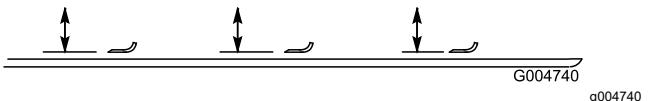

Figure 89
2. Tournez la lame dans le sens longitudinal et mesurez la distance entre l'intérieur de l'unité de coupe et le tranchant à l'avant de la lame (Figure 89).